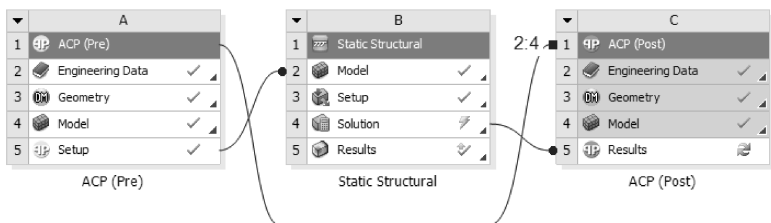

图 7-18 复合材料后处理连接
- (1) 返回到 Workbench 主界面，在工具箱【Toolbox】的【Component Systems】中拖动复合材料前处理【ACP (Post)】到项目分析流程图，并分别与【ACP (Pre)】的【Engineering Data】、【Geometry】、【Model】相连接。
- (2) 单击结构静力前处理单元格【Solution】，并拖动到复合材料后处理单元格【Results】，如图 7-18 所示。